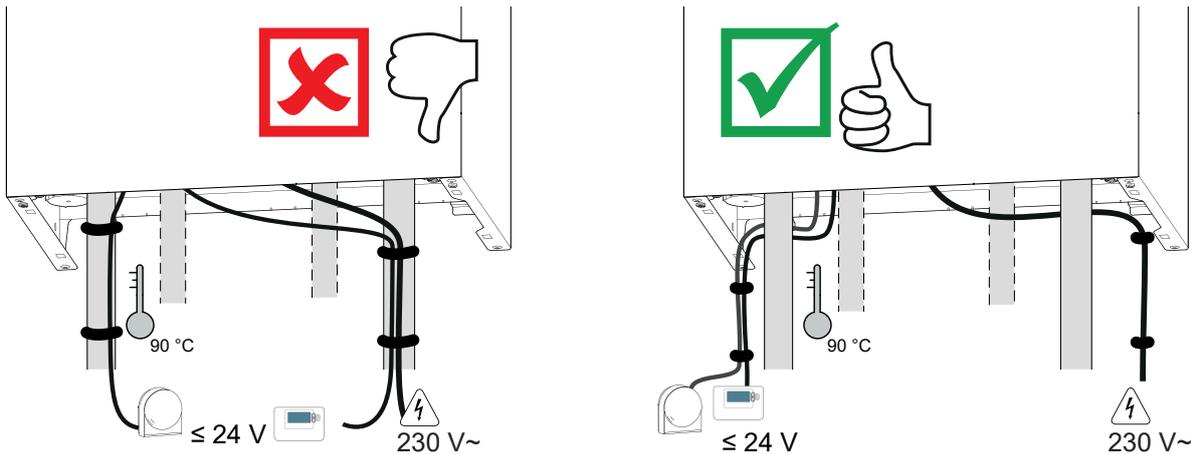

fig. 18 - Kabelführung
- Die Anschlüsse gemäß der Skizze ausführen (fig. 18 und fig. 20).